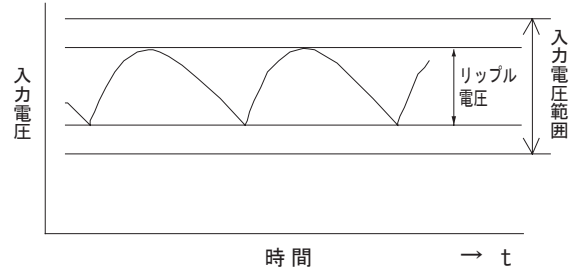

図3.1 入力電圧のリップル
(4) 入力電源
- 入力電圧に含まれるリップル電圧（図3.1）は、以下のようにご使用ください。この値が大きいと出力リップル電圧が大きくなります。